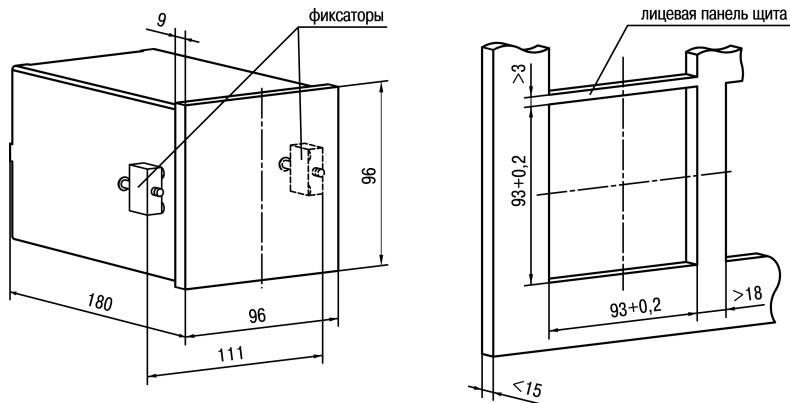

Рисунок 4.2 – Габаритные размеры прибора
1. Подготовить на щите управления место для установки прибора (см. *рисунок 4.2*).